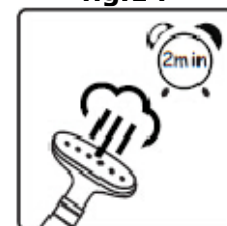

fig.15
- L'appareil va produire de la vapeur en 60 secondes si vous l'avez positionné sur la puissance maximum. (fig.15)
**📢 SteamOne vous recommande d'attendre 60 secondes supplémentaires (2 minutes au total) afin d'obtenir de meilleures performances de défroissage et de limiter la condensation qui peut se former au niveau de la tête lors du démarrage. (fig.15)**